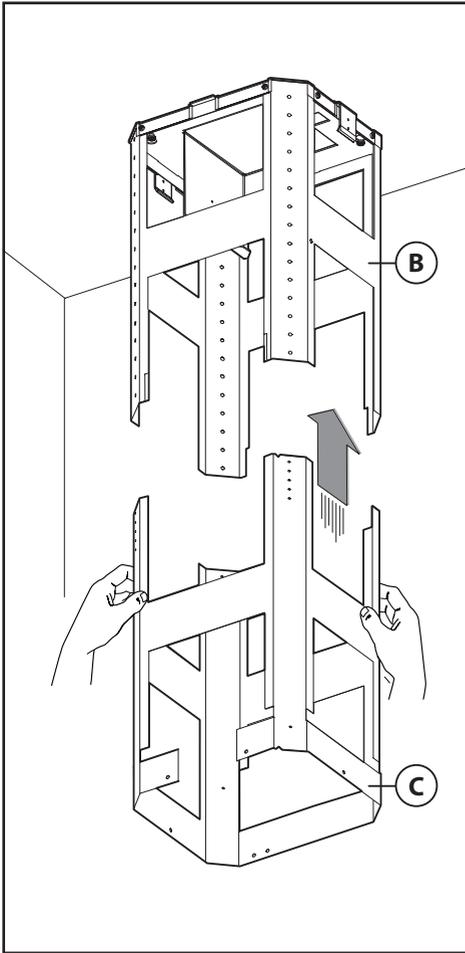

Fig.6
- Tag den nederste del af den teleskopisk formet struktur **C** og indfør den i den øverste del **B** (Fig.6).